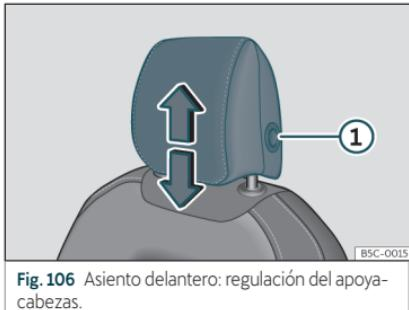
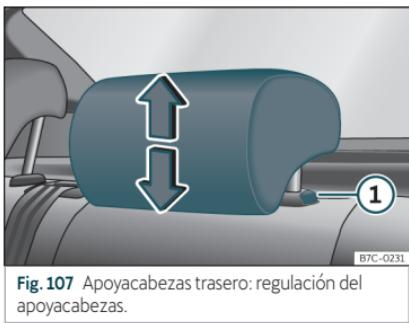

Fig. 106 Asiento delantero: regulación del apoyacabezas.
Fig. 107 Apoyacabezas trasero: regulación del apoyacabezas.
haga la misma acción, pulsando el botón lateral ① » fig. 106 » fig. 107.
- Presione el botón lateral » fig. 106 ① y extraiga el apoyacabezas.